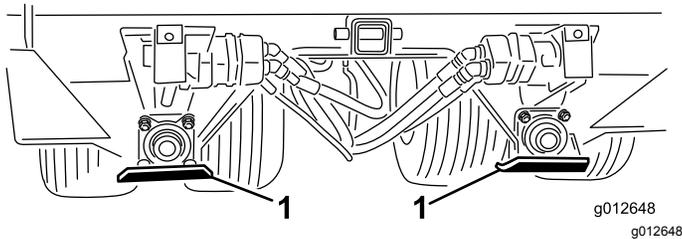

Figura 8
1. Posicione os patins como se indica na Figura 8.